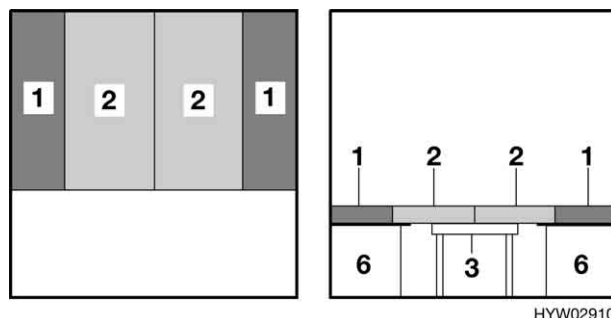

Fig. 41 Dopo la trasformazione
- Collocare i cuscini dello schienale (Fig. 41,1) sulla parete esterna. Rispettare la forma cuneiforme.
- Premere entrambi i cuscini del divano (Fig. 41,2) fra i cuscini dello schienale.